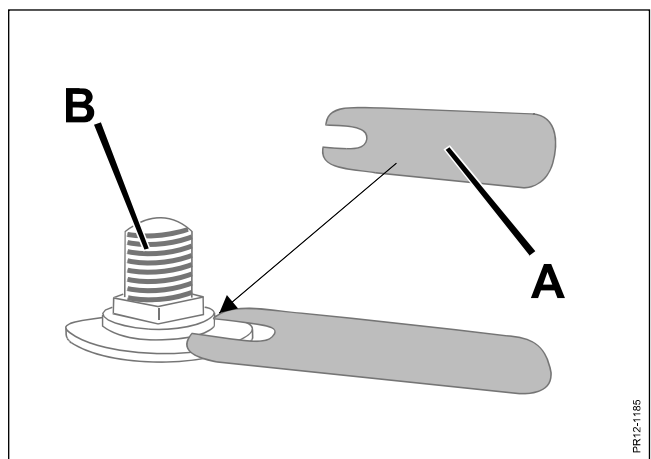

Fig. 6-8
- c) diameteren er mindre end 15 mm (se også nedenfor ved fig. 6-8).
- Fig. 6-8 I forbindelse med knivskifte kontrolleres alle knivbolte **B** på skiverne jævnligt med kontrollæren **A** (med i reservedelspakken).